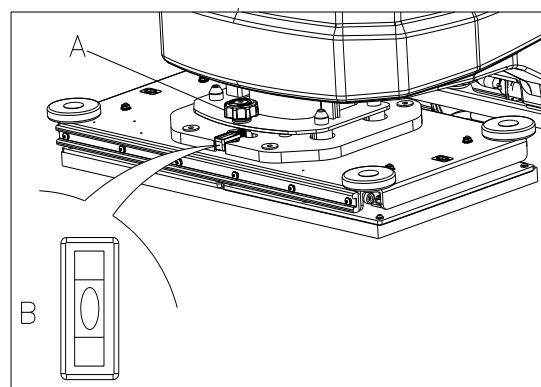

Figura 14
1. Introduzca la llave de encendido (42) y gírela a la posición «I». Baje el cabezal portacepillos/portapads (25) presionando el botón de arranque (49)
2. Configure el nivel del cabezal orbital configurando el asa (A, Figura 14) para que la burbuja esté en el centro (B Figura 14).